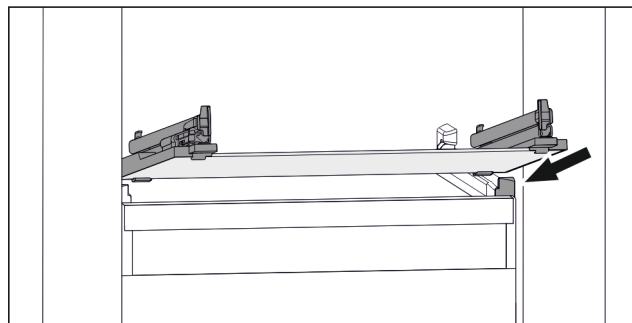

Fig. 134 Příklad znázornění skleněné desky
- ▶ Nasadte skleněnou desku šikmo za zářezky. (viz Fig. 134)